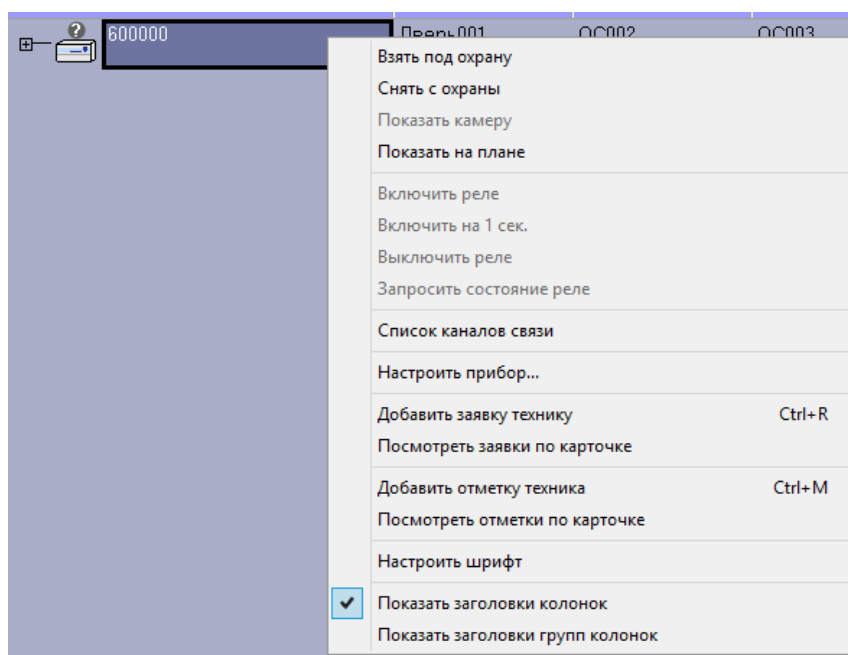

Рисунок 2.26 - Контекстное меню прибора
– В АРМ ДПЦО выделить левой кнопкой мышки нулевую карточку прибора, затем из контекстного меню (по щелчку правой кнопкой мышки) выбрать пункт «Настроить прибор...» (см. рисунок 2.26).